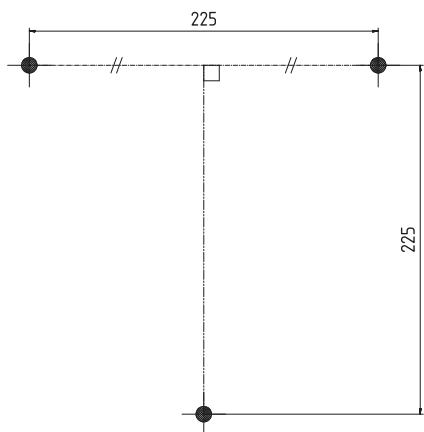

Fig. 12: Boorschabloon voor wandmontage
1. Markeer de boorgaten op de wand (Fig. 12) en boor de gaten.